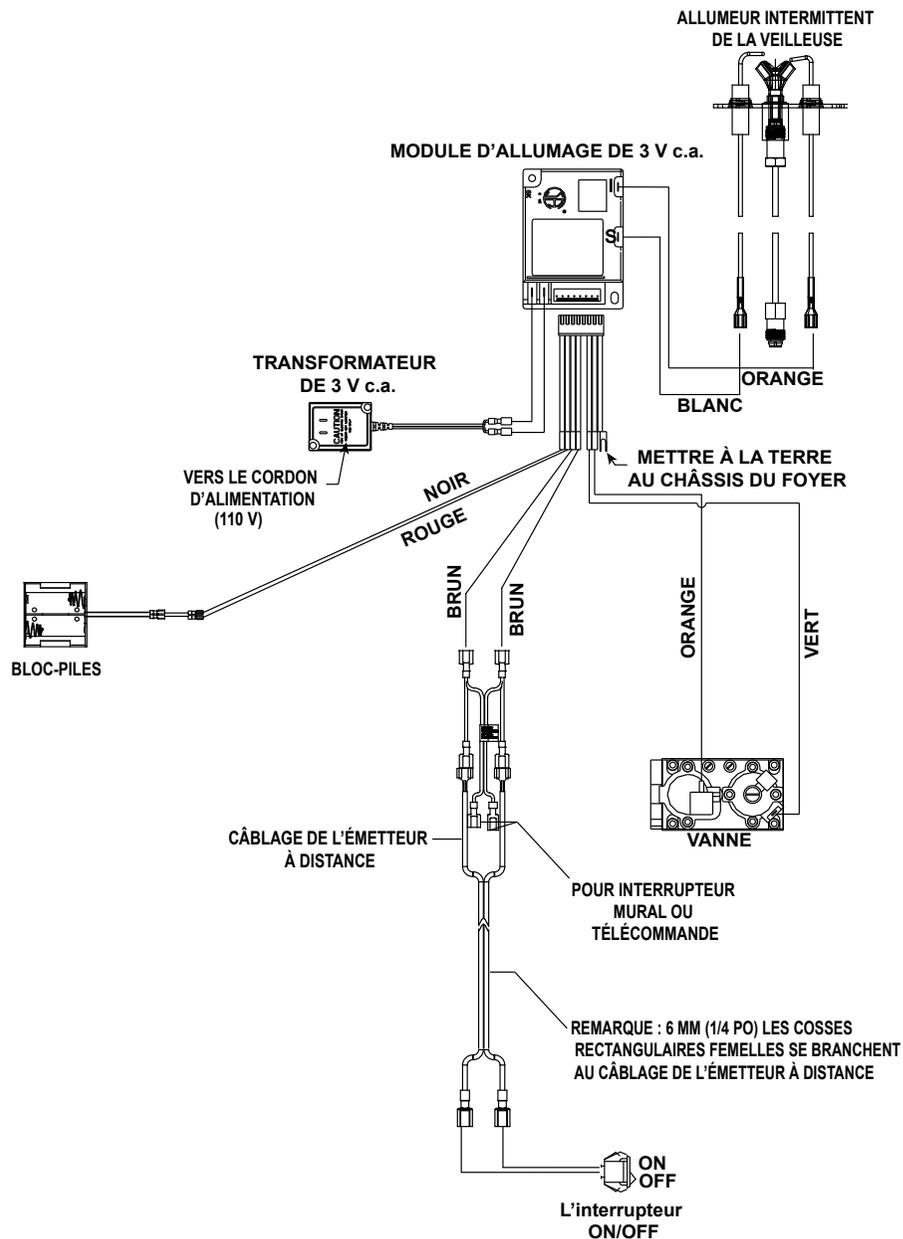

Figure 10.2 Schéma de câblage IPI
- Reportez-vous à la Figure 10.2 Schéma de câblage IPI.